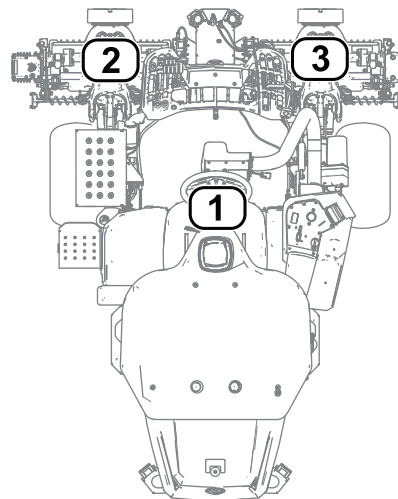

Figure 27
- 1 correspond à l'unité de coupe centrale (Figure 27)
- 2 correspond à l'unité de coupe avant gauche (Figure 27)
- 3 correspond à l'unité de coupe avant droite (Figure 27)